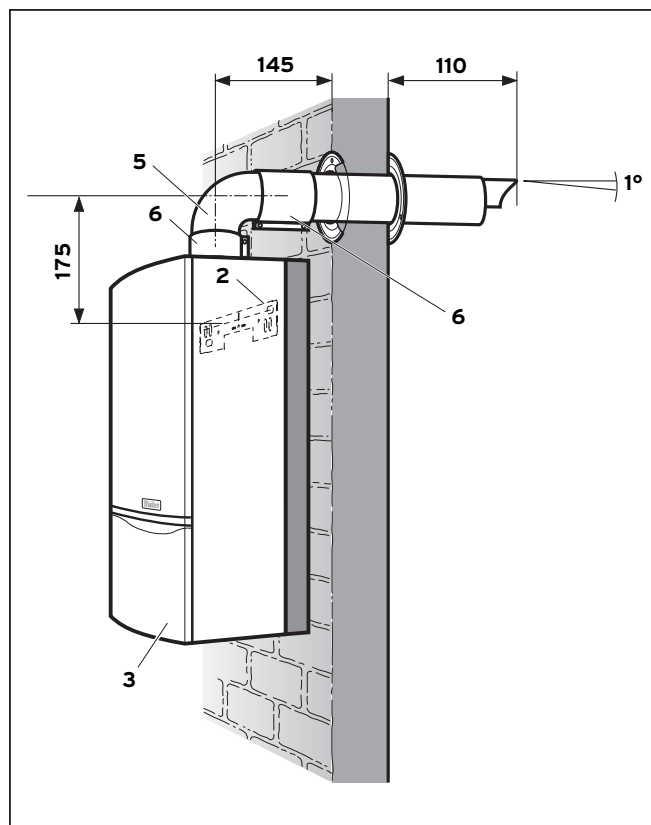

Рис. 4.25 Монтаж аппарата (установка с непосредственным дымоудалением)
- Просверлите отверстие с диаметром 125 мм (при установке трубы с наружной стороны здания - 110 мм). Размеры для установки с непосредственным дымоудалением см. на рис. 4.25.
- Вставьте систему дымоходов/воздуховодов (1) с гибкой наружной декоративной розеткой (2) в отверстие в стене и вытяните так, чтобы наружная декоративная розетка плотно прилегала к наружной стене.